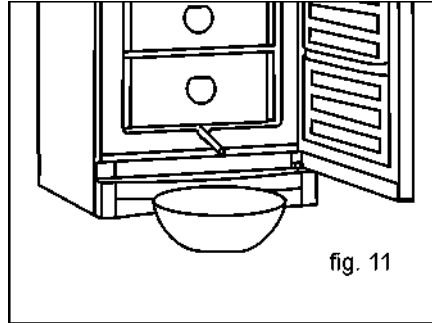

fig. 11
3. Вытащите сливную трубку из нижней части внутреннего шкафа морозилки и поставьте под неё тазик сбора талой воды (см. рис.11). Если трубка примёрзла, накройте её на несколько минут смоченной в горячей воде тряпкой.